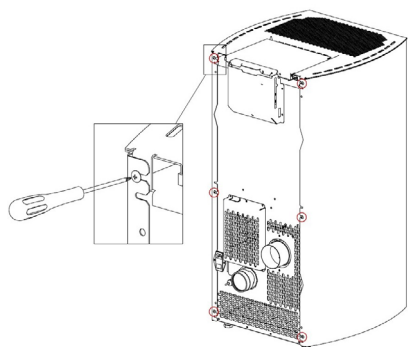

Fig. 40 - Draai de schroeven los
- Draai de 6 schroeven achteraan los (zie **Fig. 40 op pag. 22**).